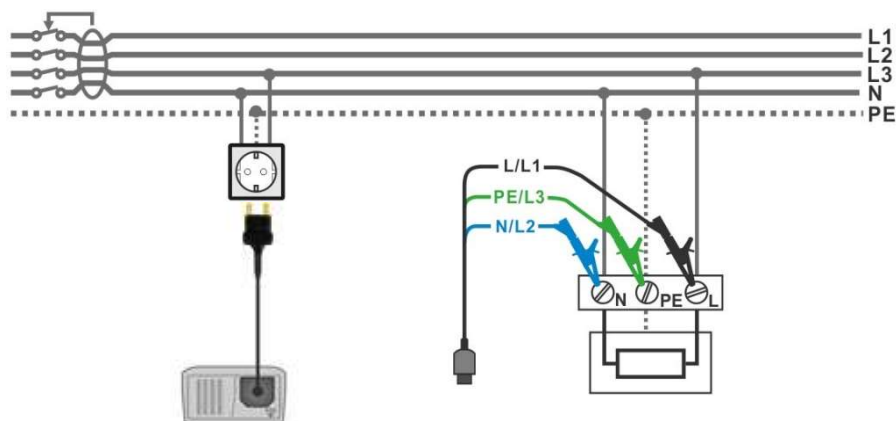

figura 5.17: Collegamento Lead Test e il puntale 3 fili
- ☐ **Collegare** puntali al punto da testare (vedi figura 5.17).
<input type="checkbox"/> Seleziona il RCD funzione utilizzando il selettore di funzione. <input type="checkbox"/> Set sub-funzione AUTO. <input type="checkbox"/> Impostare i parametri di prova (se necessario). <input type="checkbox"/> Collegare cavo di prova allo strumento. <input type="checkbox"/> Collegare puntali al punto da testare (vedi figura 5.17).